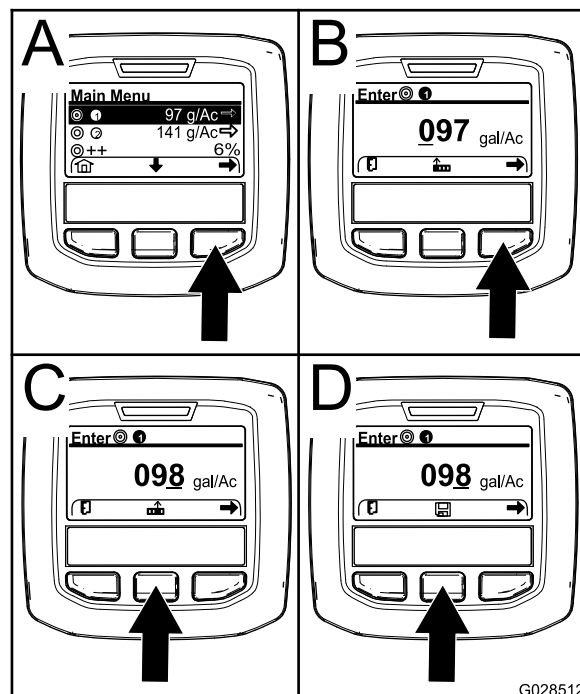

図 67
2. 必要に応じ、中央ボタンを押して散布レートその1散布プログラム1を表示させる 図 67。